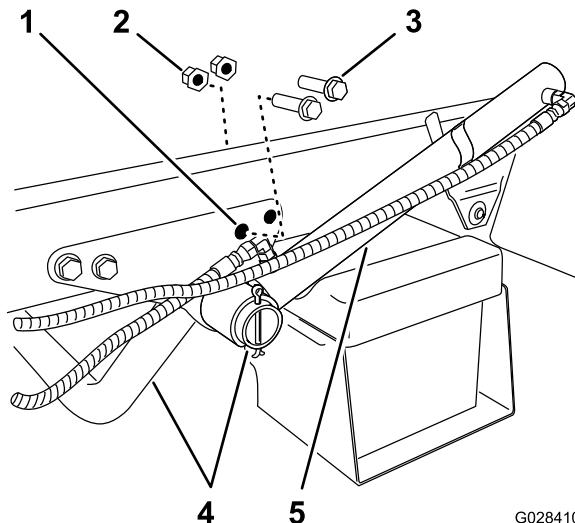

Figura 6
2. Rode o cilindro esquerdo para obter folga para instalar o suporte de fixação para o patim do depósito (Figura 6).
- Retire os dois parafusos de cabeça flangeada e as duas porcas flangeadas que prendem o suporte de apoio do tubo do motor à estrutura da máquina (Figura 6).